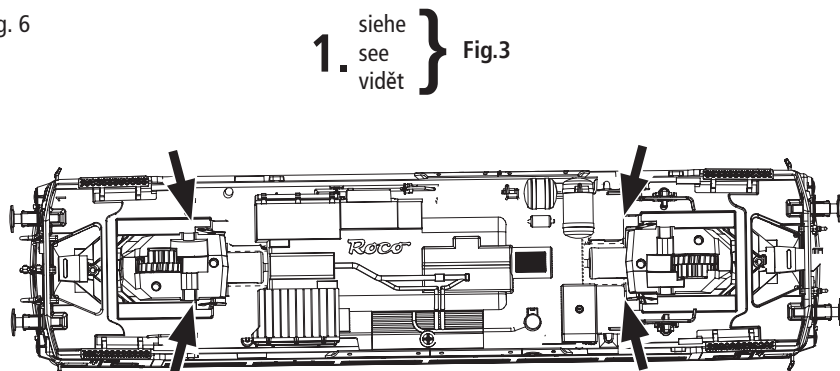

Fig. 7
2. Schmierung: Versehen Sie die im Schmierplan in Fig. 7 gekennzeichneten Stellen mit nur **kleinen Öltropfen**. Dazu zuerst das Lokgehäuse abnehmen (Fig. 3). Wir empfehlen den ROCO **Öler Art.-Nr. 10906**. Fürs Schmieren der Getriebeteile (Zahnräder, Schnecke) empfehlen wir das **ROCO-Spezialfett Art.-Nr. 10905**. Im Falle der Schmierung diese Teile **nicht ölen**.
2. Lubrication: Apply **tiny oil drops** to spots marked in fig. 7. Prior to lubrication dismantle locomotive (fig. 3). We recommend using item no. **10906, Roco oiler**. For lubrication the gearparts (e.g. cogwheels, worm) we should recommended our Roco **special grease** (item no. **10905**).